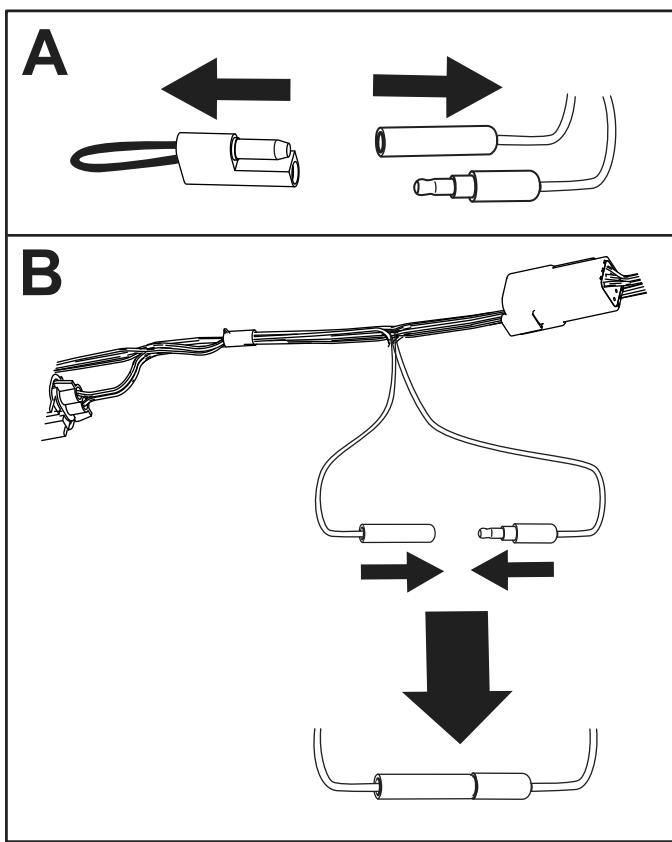

Рисунок 9
1. Находясь на горизонтальной поверхности, извлеките заглушку из калибровочных разъемов (Рисунок 9).
2. Соедините калибровочные разъемы друг с другом, как показано на Рисунок 9.